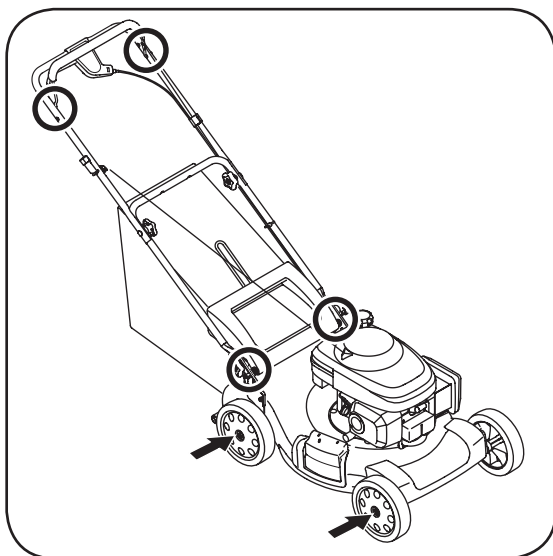

Figura 5-1: Áreas de lubricación en la podadora.
1. Lubrique con aceite ligero los puntos de pivote del control de la cuchilla al menos una vez cada estación. El control de la cuchilla debe funcionar libremente en ambas direcciones, Figura 5-1.
2. Lubrique las ruedas por lo menos una vez por temporada con aceite ligero o aceite para motor. Si las ruedas se quitan por cualquier razón, debe lubricar la superficie del eje y la superficie interna de la rueda con aceite ligero, Figura 5-1.
3. Lubrique el resorte de torsión y el punto de pivote de la puerta trasera de descarga periódicamente con aceite ligero para prevenir la oxidación, Figura 5-1.